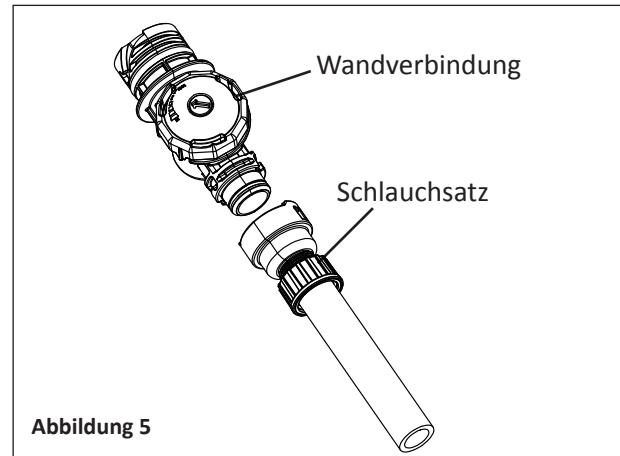

Abbildung 5
4. Befestigen Sie den Schlauchsatz an der Wandverbindung. Siehe **Abbildung 5**. Befestigen Sie dann die Wandverbindung (mit Schlauch) am Wandadapter. Siehe **Abbildung 5**. Nehmen Sie das andere Ende des Schlauchsatzes und gehen Sie zu jenem Punkt des Pools, der am weitesten vom Wandadapter entfernt ist. **Um eine Überdehnung des Schlauchs zu verhindern, lassen Sie den Schlauch auf dem Poolwasser schwimmen.** Messen Sie die überschüssige Schlauchlänge (jener Teil des Schlauchs, der über den Rand des Pools hinausragt). Dadurch wird die Schlauchlänge bestimmt, die von den Abschnitten 2 und 3 abgeschnitten werden muss.